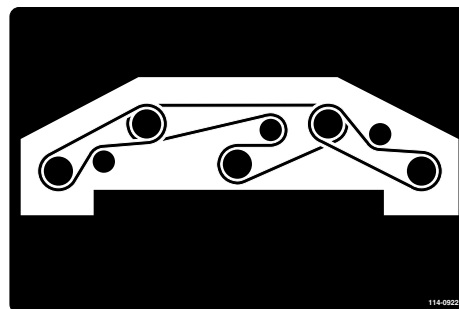

Рисунок 123
8. Обведите новый ремень вокруг шкивов шпинделей и узла натяжного ролика (Рисунок 123).